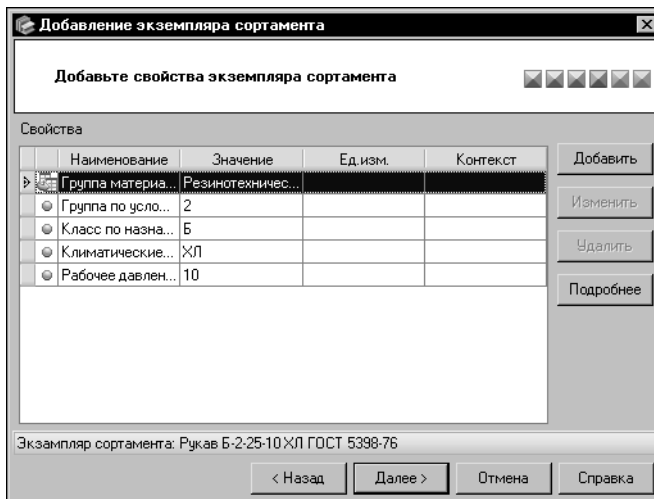

Рис. 6.62. Мастер добавления экземпляра сортамента: шаг 4
7.Элементы управления окна четвертого шага мастера (рис. 6.62) позволяют сформировать список свойств экземпляра сортамента.